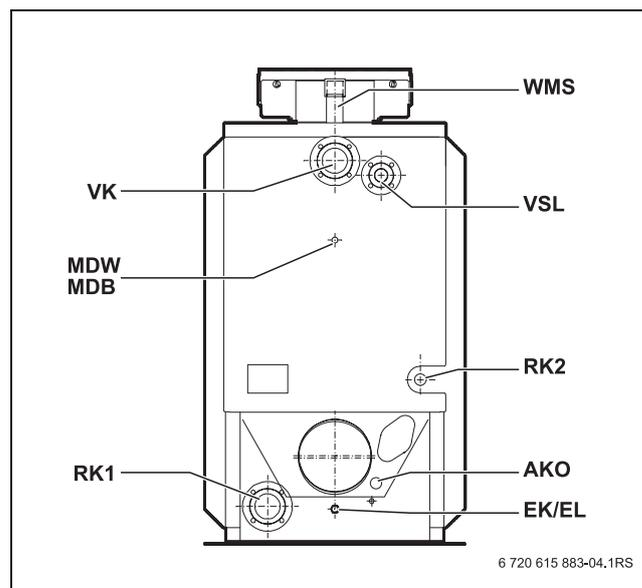

Рис. 5 Подключения на котле Logano plus SB615 Gas
- ▶ Подсоедините реле или ограничитель минимального давления (через переходник с R $\frac{1}{2}$ на R $\frac{1}{4}$) к месту подключения MDW/MDB на отопительном котле (→ рис. 5).
- ▶ Установите соединительную трубу для предохранительного устройства контроля количества воды в 2"-подключение WMS на котле (→ рис. 5).